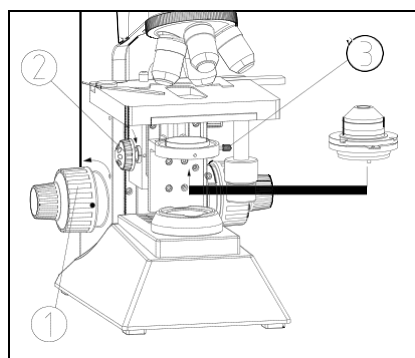
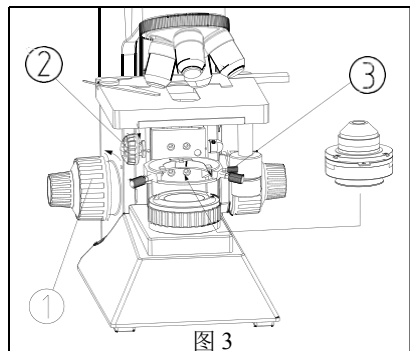

图2
图3
### 安装聚光镜(透射照明)（图2、图3）
- (1) 按图示方向转动粗动手轮①，使载物台上升到最高位置。（如图2）
- (2) 按图示方向转动聚光镜升降手轮②，使聚光镜支架下降到合适位置。
- (3) 完全松开聚光镜锁紧螺钉③。
- (4) 将聚光镜按箭头方向插入到支座孔内，直到聚光镜与支座靠平，并且旋转聚光镜使之手柄朝正前方位置。
- (5) 拧紧聚光镜锁紧螺钉③，然后用聚光镜升降手轮②将聚光镜升到最高位置。
- (1) 按图示方向转动粗动手轮①，使载物台上升到最高位置。（如图3）
- (4) 将聚光镜后面的定位螺钉与聚光镜座上的狭槽对齐，将聚光镜推入至聚光镜座的最里边。
- (5) 拧紧聚光镜锁紧螺钉③，然后用聚光镜升降手轮将聚光镜升到最高位置。